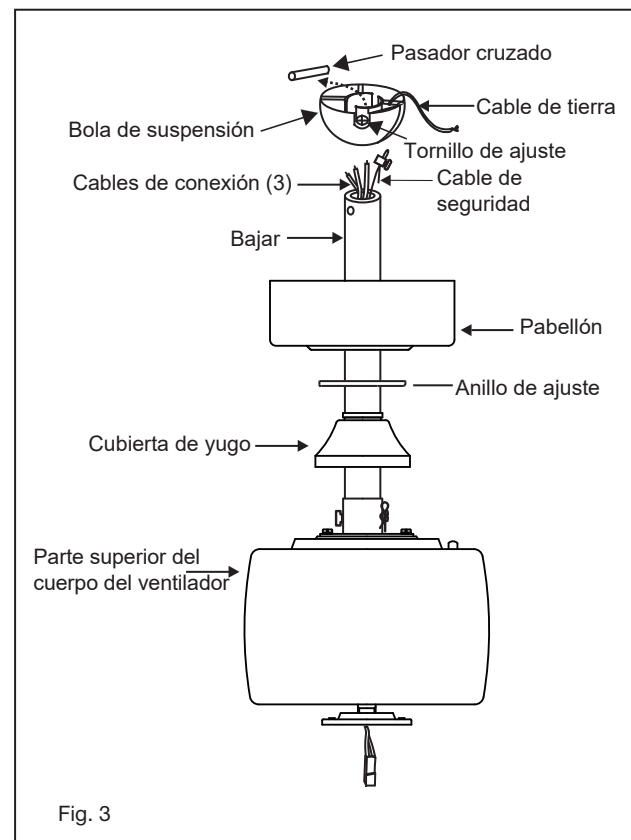

Fig. 3
- 1 Deslice la cubierta del yugo, el anillo de ajuste y la capota sobre la varilla. (Fig. 3)